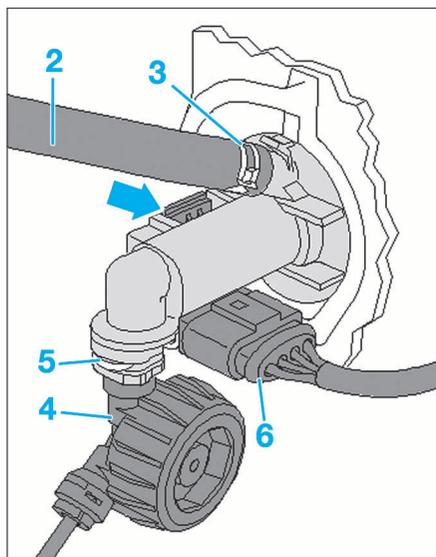

FIG. 10
- Débrancher la canalisation d'alimentation (2) sur le cylindre émetteur, après l'avoir libéré de son collier (3) (Fig.10).
- Débrancher la canalisation de refoulement (4) en ayant au préalable déposé l'agrafe de sûreté (5).
- Débrancher le connecteur électrique du transmetteur de position d'embrayage (6).